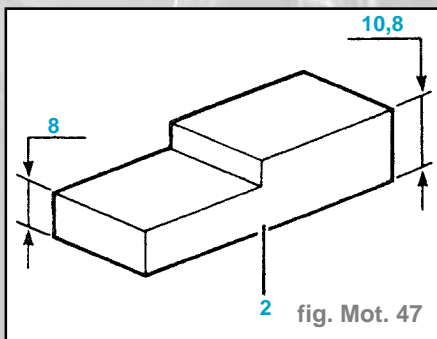

fig. Mot. 47
- Placer l'ouverture [2] (à réaliser) (épaisseur **10,8 mm**) entre le levier (3) et la vis butée (4) (fig. Mot. 47 et 48).
- Placer l'outil [2] (à réaliser) (épaisseur **8 mm**) entre le levier (3) et la vis butée (4) (fig. Mot. 47 et 49).